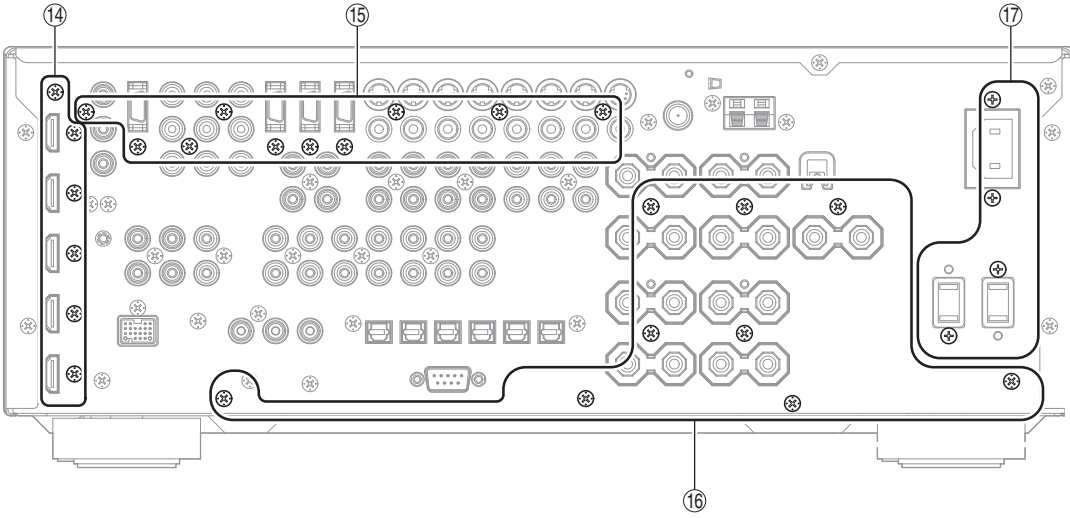

Fig. 6
- Remove 6 screws (14). (Fig. 6)
- Remove 6 screws (15). (Fig. 6)
- ⑭のネジ 6 本を外します。(Fig. 6)
- ⑮のネジ 10 本を外します。(Fig. 6)
- Remove 11 (U, C, T, K, A, B, G, E models) / 13 (R, L models) screws (16) and 4 (U, C, R, T, A, B, G, E, L models) / 2 (K model) screws (17). (Fig. 6)
- ⑯のネジ 9 本、⑰のネジ 4 本を外します。(Fig. 6)